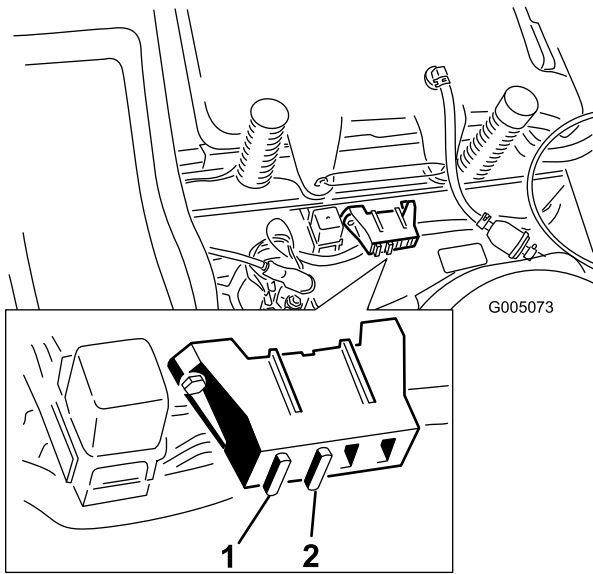

Bild 34
1. Heben Sie den Sitz an, um die Sicherungshalter zugänglich zu machen (Bild 34).
2. Ziehen Sie die Sicherung zum Wechseln heraus (Bild 34).